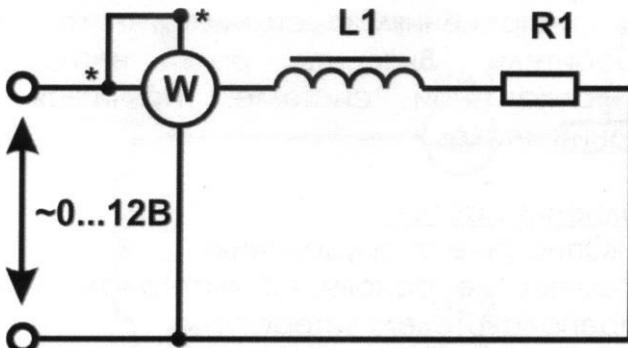

Рис. 3.1 Исследование нелинейной цепи переменного тока.
3.3 Снять вольтамперную характеристику конденсатора. Для этого, в схеме на рис. 3.1 подключить вместо катушки L1 конденсатор С (модуль реактивных элементов). Величину емкости конденсатора С установить по указанию преподавателя (например, 200 мкФ). Изменяя величину выходного напряжения, считывать показания измерителя мощности (данные по току I и напряжению U_C). Результаты измерений занести в табл. 3.2. Выключить электропитание